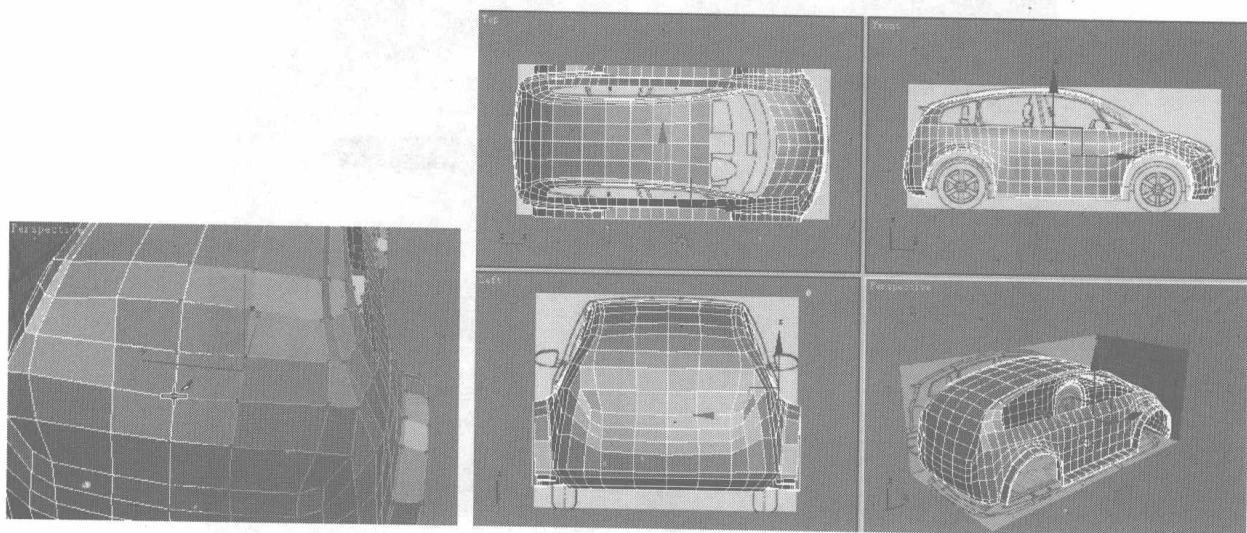

图 7.103
- 02** 对照图 7.103 所示的位置，单击右键，在弹出的快捷菜单中选择 Cut 命令，在刚添加的面上切出细分曲线，并且调整节点位置。